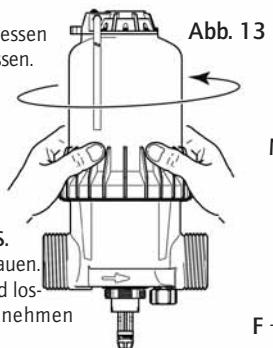

Abb. 13
- Die Glocke von Hand los-schrauben und abnehmen (Abb. 13).